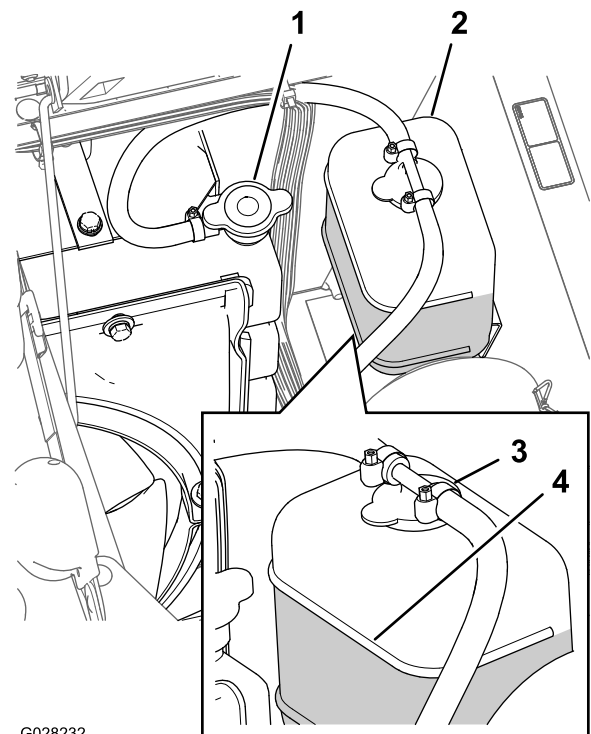

Figura 90
3. Rimuovete attentamente il tappo del radiatore e il tappo del vaso di espansione (Figura 90).
Nota: Il radiatore deve essere riempito fino all'orlo del collo del bocchettone e il vaso di espansione fino al segno di pieno (Full) (Figura 90).
5. Se il livello del radiatore è basso, rimuovete il tappo del vaso di espansione e il tappo del radiatore e riempite il vaso di espansione fino al segno di pieno e il radiatore fino alla parte superiore del collo del bocchettone (Figura 90).
6. Montate il tappo del radiatore e il tappo del vaso di espansione (Figura 90).
2. Attendete fino a quando il motore non si sarà raffreddato, poi rimuovete il tappo del radiatore (Figura 90).
6. Togliete il tappo del radiatore (Figura 90).
8. Avviate il motore con il tappo lento sul radiatore (Figura 90).
10. Una volta riscaldato il refrigerante, rabboccate il livello del refrigerante alla superficie di tenuta del tappo e serrate il tappo (Figura 90).
11. Aprite il tappo del vaso di espansione e riempite il vaso con refrigerante fino al livello Freddo (Figura 90).